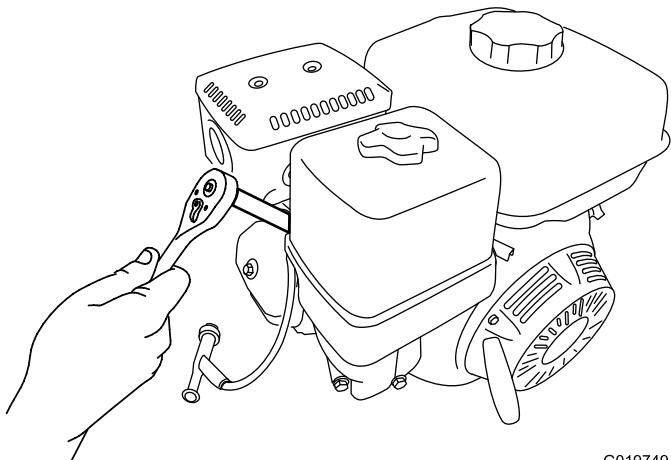

Figure 38
4. Avec une clé de 21 mm, tournez la bougie dans le sens antihoraire pour la déposer ainsi que la rondelle d'étanchéité (**Figure 38**).
2. Avec une clé de 21 mm, tournez la bougie dans le sens horaire jusqu'à ce qu'elle soit bien en place ainsi que sa rondelle d'étanchéité (Figure 38)